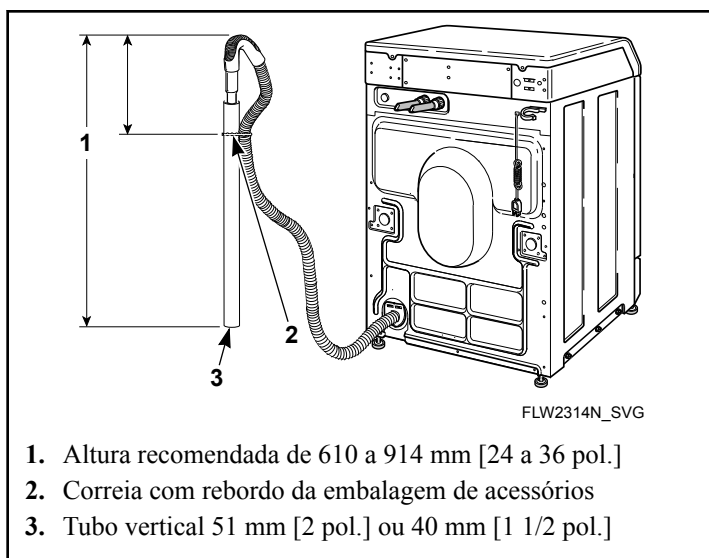

Figura 8
2. Retire da sacola de acessórios o cordão de contas para fixação e coloque-o em volta do tubo vertical e da mangueira de drenagem. Consulte a *Figura 8*.